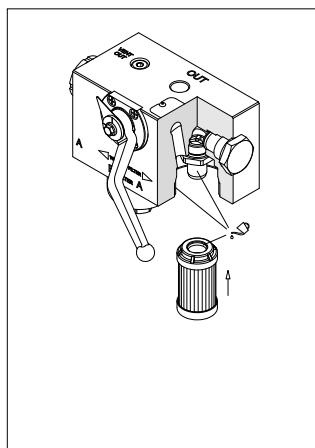

fig. 10
- (Fig. 10) Lubrificare con il fluido di lavoro l'O-ring dell'elemento filtrante, il codolo e la sede della testata, quindi calzare l'elemento filtrante sul codolo. Prestare attenzione a non danneggiare la guarnizione O-ring